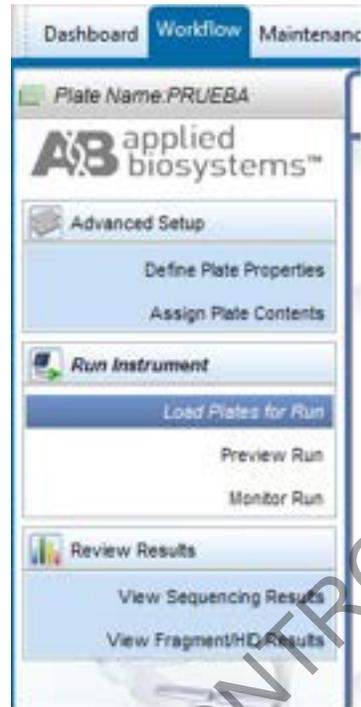

Figura 35. Vinculación de placa.
7.16.2 Alternativamente, desde la pantalla principal, seleccione la pestaña "**Workflow**" que se encuentra en la parte superior izquierda. Se despliega una pantalla nueva, ahí debe escoger: "**Load Plates for Run**" y luego: "**Link Plate**". (ver figura 35)